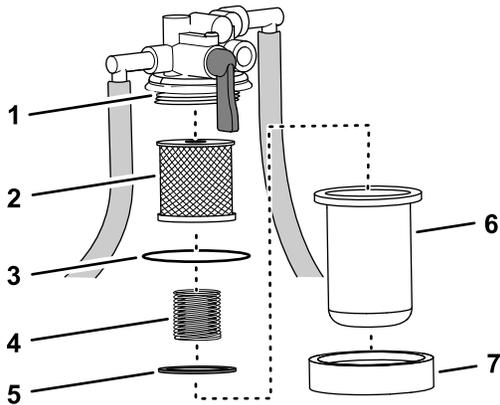

Figure 71
cuvette et déposez la cuvette de la tête du filtre (Figure 71).
- Montez l'élément filtrant sur la tête du filtre ; voir Figure 71 sous Retrait de l'élément filtrant \(page 57\).
- Montez le ressort et le flotteur dans la cuvette du filtre à carburant ; voir Figure 71 sous Retrait de l'élément filtrant \(page 57\).
- Montez la cuvette assortie de son écrou sur la tête du filtre et serrez l'écrou à la main ; voir Figure 71 sous Retrait de l'élément filtrant \(page 57\).